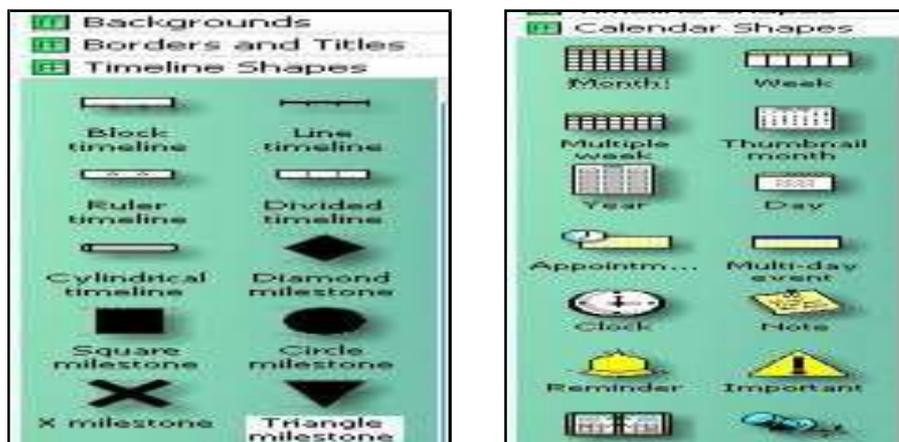

Рис. 86. Добавление групп *Timeline Shapes* и *Calendar Shapes*
3) Продолжаем форматирование: добавить стрелку-финиш (*Show Finish Arrowhead*), изменить размер, цвет текста (**Format -Text**) и заливку фигуры (**Format- Fill**). Добавить шейпы-маркеры из групп *Timeline Shapes* и *Calendar Shapes* (рис. 86).